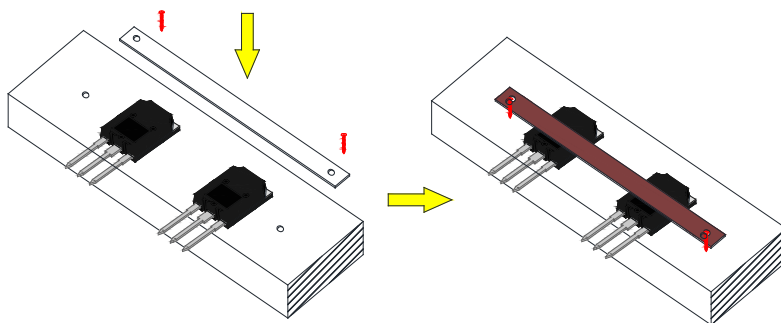

图18 用金属条和螺栓压接
- 多只产品紧固时，可使用两端螺丝加上金属条固定在散热器上，螺丝收紧扭力须 $<0.49\text{N}\cdot\text{m}$ ；如下图 18 所示。